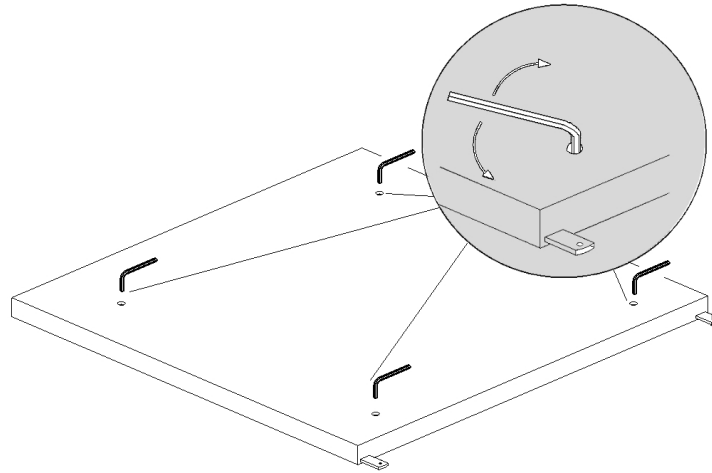

Fig. 2
- Colocare **il pannello del fondo** per terra e livellarlo (Fig.2);